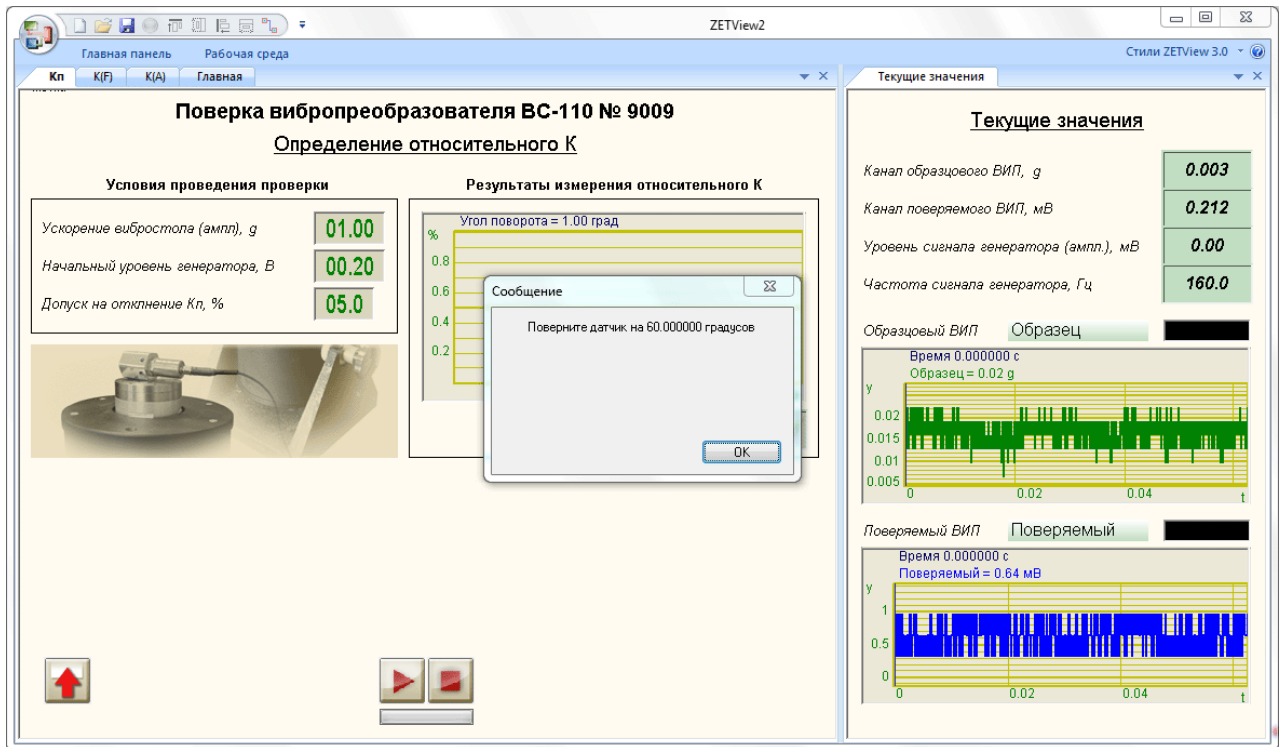

Рисунок 8.11 – Измерения коэффициента преобразования в поперечном направлении
25. При появлении сообщения с указанием повернуть шестигранное устройство, поворачивают шестигранное устройство на следующую грань (Рисунок 8.11).